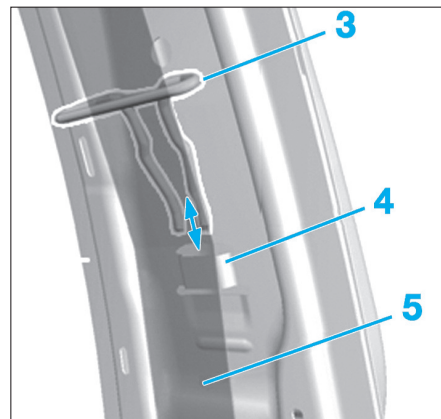

FIG. 15
- Extraire le renvoi de ceinture (3) de la languette (4) (Fig.15).